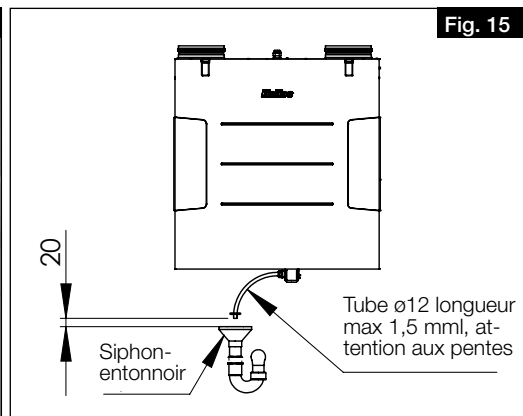

Fig. 15
- > Le tube des condensats doit s'arrêter 20 mm au-dessus de l'évacuation ouverte, c'est-à-dire avant le possible niveau d'eau (voir Fig. 15).
- > Le tube des condensats sortant du siphon à boule doit respecter une pente (vers un point bas et non pas vers un point haut) avant de déverser l'eau dans un siphon ouvert de type entonnoir. Il ne doit pas être relié via un système fermé (voir Fig. 15).